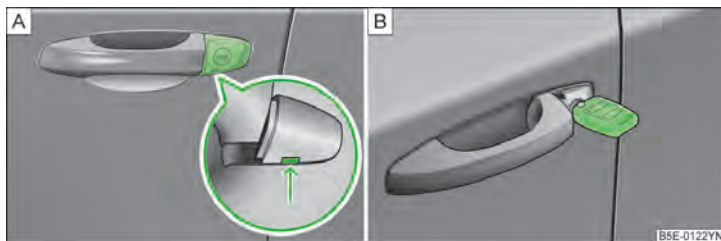

图 46 驾驶员车门上的拉手：盖住的锁芯/ 带钥匙的锁芯
- ▶ 将汽车钥匙在箭头区域内插入盖板底面上的凹槽内，然后将盖板向上翻转 **A** ▶ 图 46。
- ▶ 将汽车钥匙（按钮朝上）插入锁芯中，然后将汽车解锁或锁止 **B** ▶ 图 46。